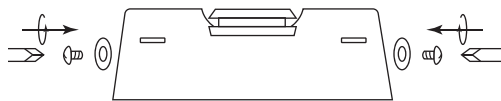

Рисунок 2. Подключение сетевых проводов
6.4. Ввести в светильник через специальные отверстия сетевые провода (см. рисунок 2).